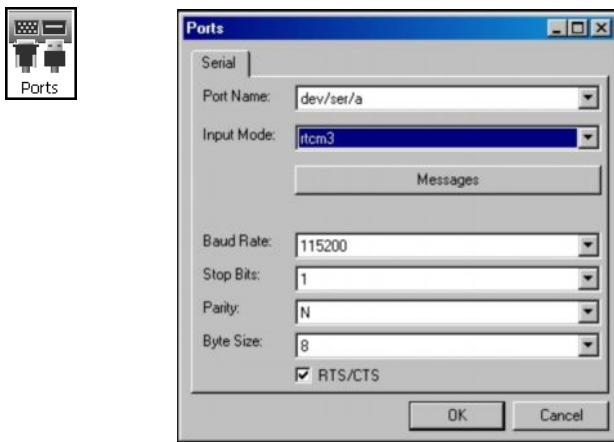

Рис. 3-17. Настройка портов
13. Для RTK съемки нажмите Ports, введите параметры COM порта, затем нажмите OK (Рис. 3-17 на стр. 3-18).